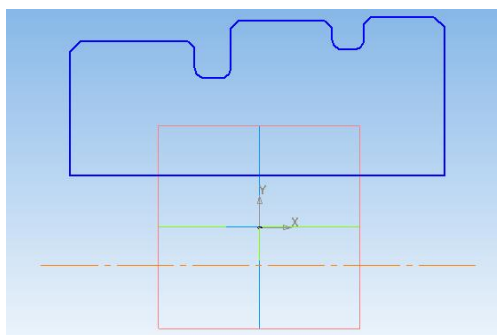

Рис. 11
1. С помощью **Непрерывного ввода объектов**  создайте заготовку (рис. 11).